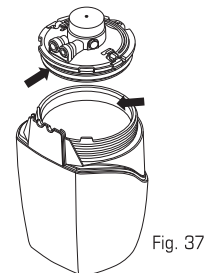

Fig. 37
Hay basura en el sello del empaque con la Base.	Vuelva a instalar el Filtro en el Soporte (pág. 9, Fig. 37).
8. Vacíe el agua de la base A continuación, **revise** el sello y la superficie interior superior de la Base y **limpie** cualquier suciedad (Fig. 37).